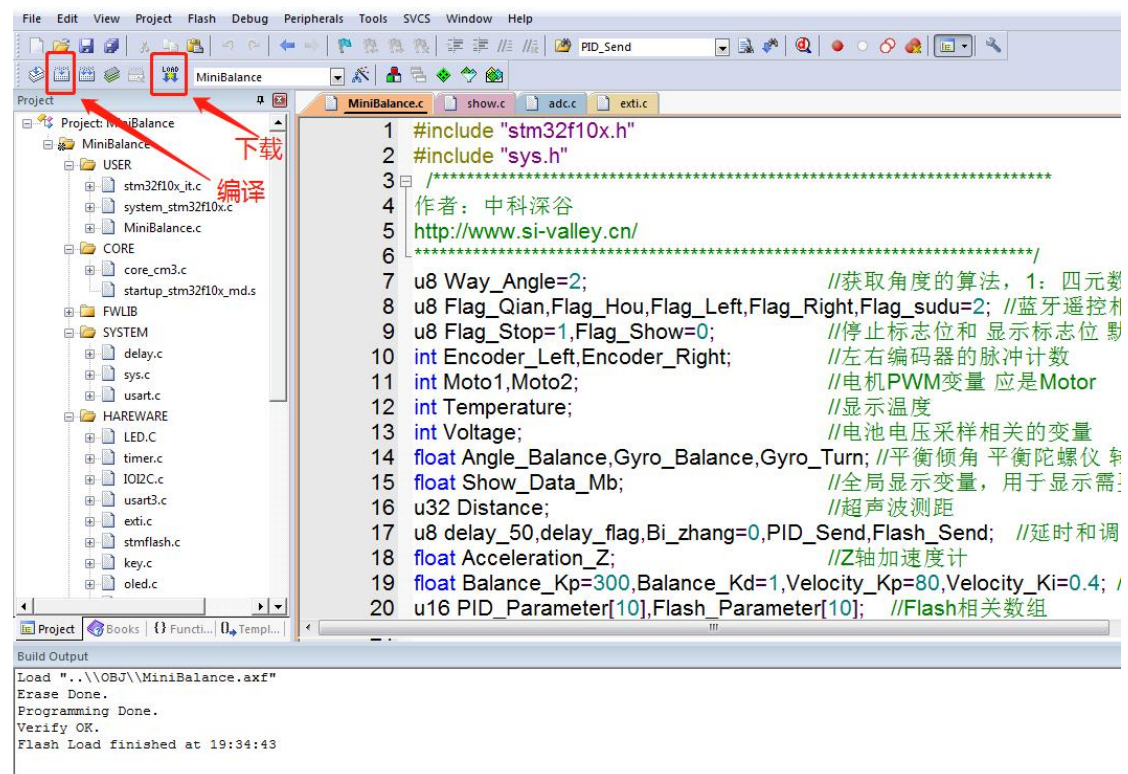

图 2
- 5, 若能正常编译, 点击 Download (F8) 按钮, 直至出现图 2 界面表示程序烧写完成;